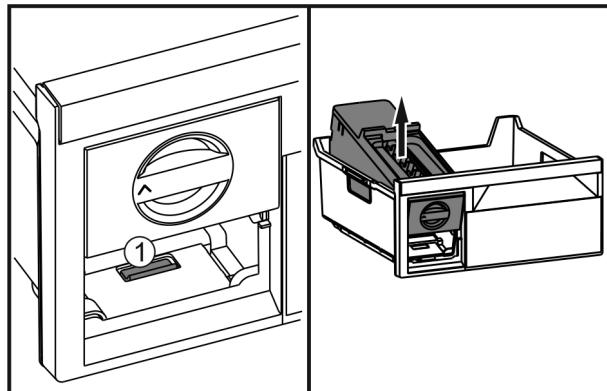

Fig. 80
- Pritisnite spono Fig. 80 (1), dvignite EasyTwist-Ice z zadnje strani in vzemite iz predala za zamrzovanje.